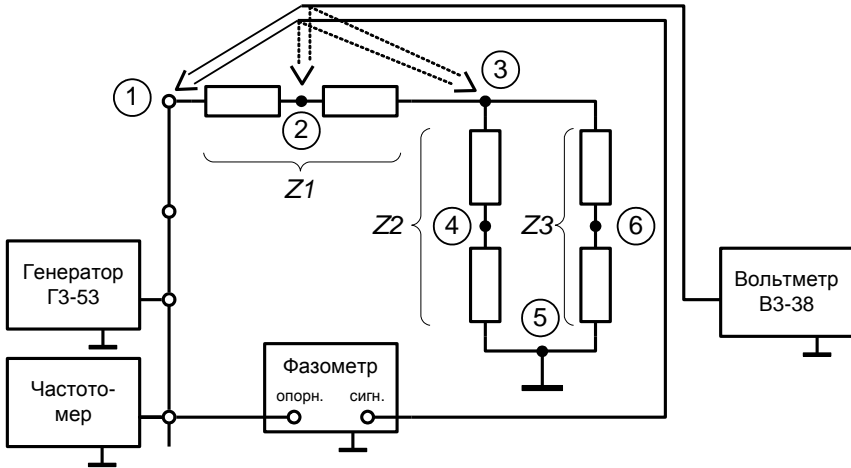

Рисунок 3.3 Схема подключения приборов для измерения узловых напряжений
- Собрать схему (рисунок 3.3) для измерения узловых напряжений (подробнее см. Методические указания п.3.4).